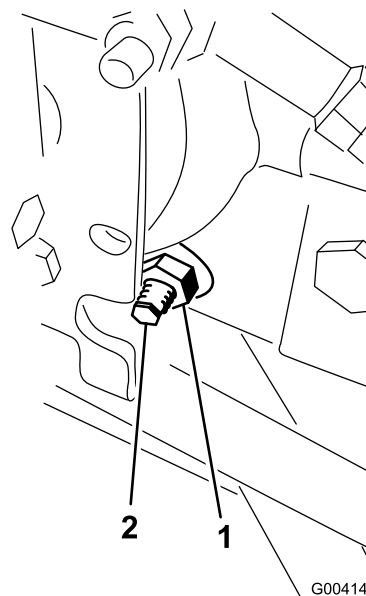

Figura 79
3. Dal lato destro dell'idrostat, allentate il dado di bloccaggio sulla camma di regolazione della trazione (Figura 79).